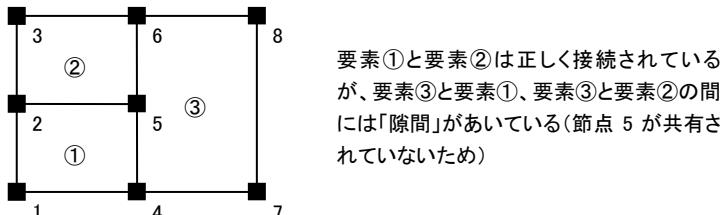

図 6-1-9 要素が正しく接続されていないケース
図 6-1-9 のような三つの要素を作った場合、要素③(節点 4-7-6-8)の左辺にある節点 5 を主節点とすることはできませんから、結果的に、要素③と要素①・要素②の間にはこの部分で「隙間」があいていることになり、変形の連続性が保たれないとになります。自動メッシュ分割機能を使った場合にはこのようなことは起こりえませんが、ユーザー作成の要素データの場合には、(一見すると正しそうに見えるため)間違いに気づかないまま計算を終えてしまうことがありますので注意してください。